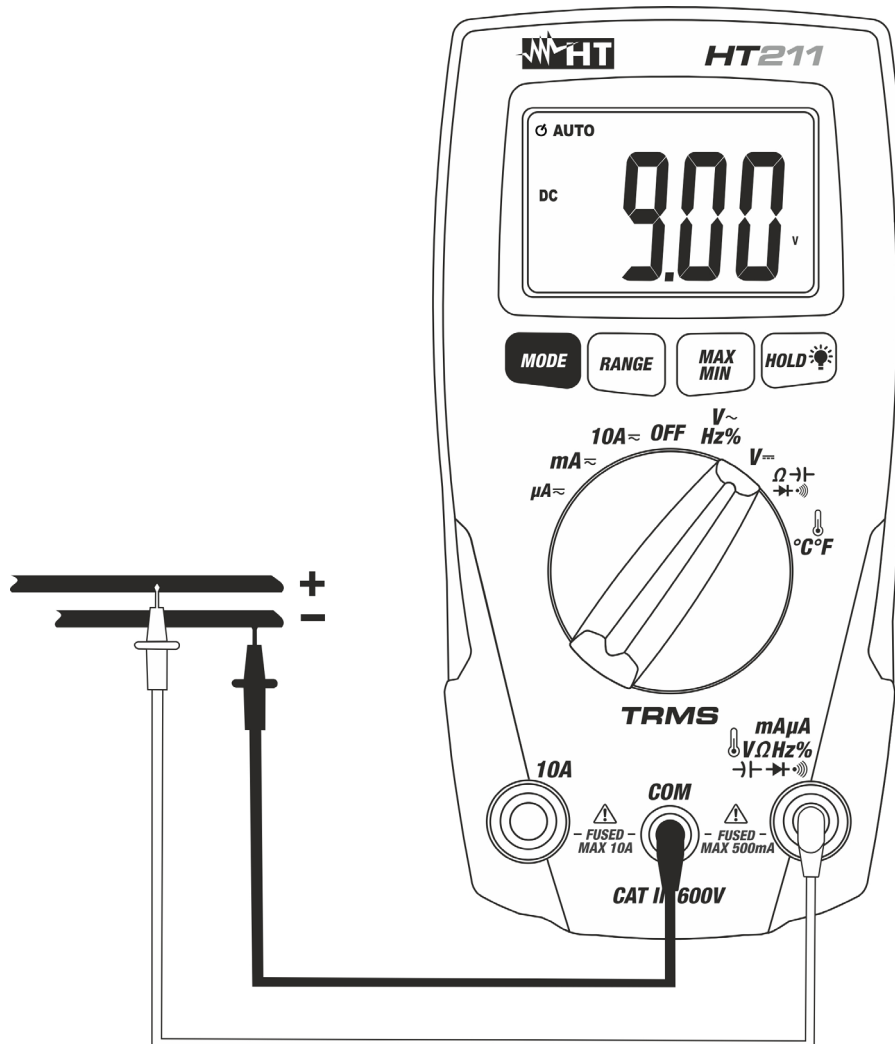

Abb. 2: DC-Spannungsmessung
3. Verbinden Sie nun die rote und die schwarze Messleitung mit dem positiven und dem negativen Pol (siehe Abb. 2). Die Spannungsgröße wird automatisch erkannt und auf dem Display angezeigt